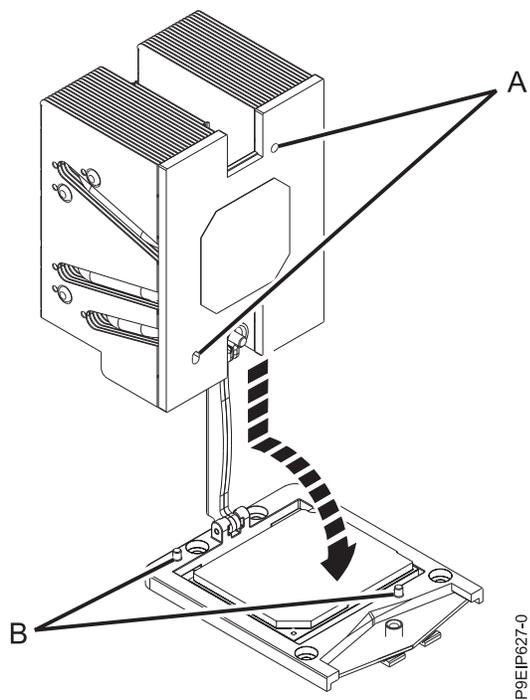

図 75. ヒート・シンクの取り付け
- FRU キットで提供されている新しいヒート・シンクを取り付けます。TIM はヒート・シンクに事前に取り付けられています。シェルフまたはノッチのサイドを下にして、システム・プロセッサ・モジュールの上にヒート・シンクを慎重に下ろします。ロード・アームをヒート・シンクに通します。ヒート・シンクの穴 (A) とソケットの位置合わせピン (B) の位置が合っていることを確認します (71 ページの図 75 を参照)。